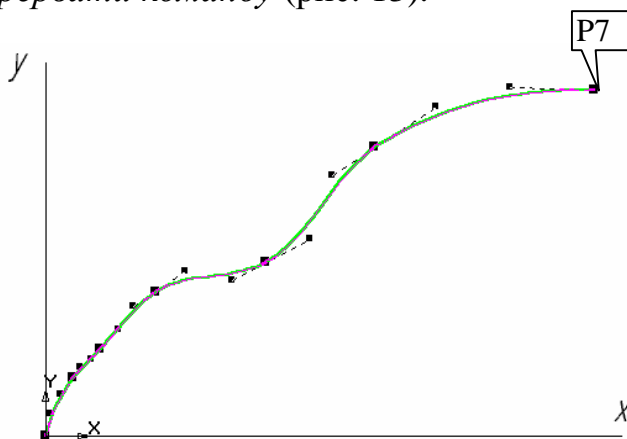

Рис. 30.
5. Відредагуйте координати точки p7, змінивши координати точки p7 (105, 75). Для цього двома клацаннями лівої кнопкою миші активізуйте побудовану криву, клацанням лівою кнопкою миші переведіть точку p7 в стан редагування (рис. 30). Активізуйте поле координати X і введіть значення 105, в поле координати